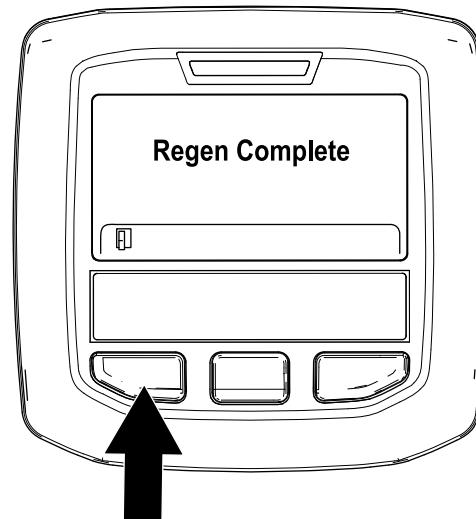

Figura 38
9. Cuando la regeneración en estacionamiento se haya completado, en el InfoCenter se muestra el mensaje “Regeneración completada”. Pulse el botón izquierdo para salir de la pantalla de inicio (Figura 38).